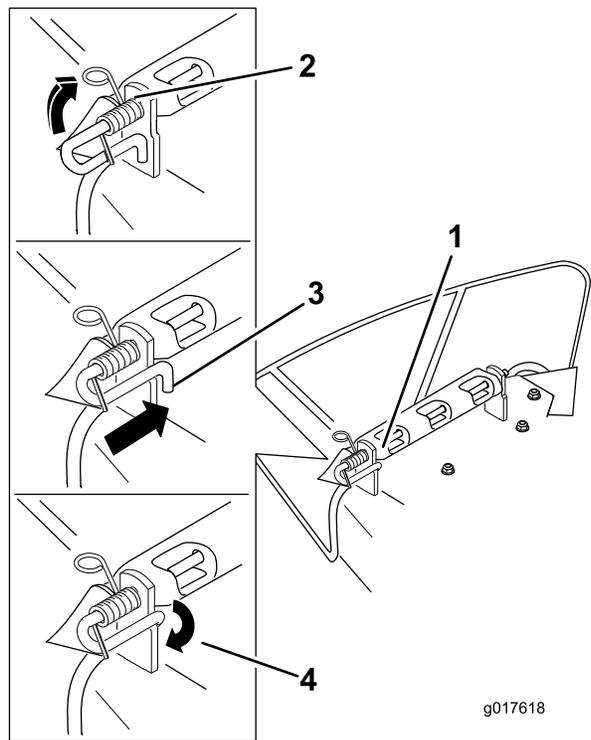

Figura 68
7. Fije el conjunto de varilla y muelle torciéndolo de manera que el extremo corto de la varilla pueda colocarse detrás del soporte delantero que está soldado a la carcasa (Figura 68).
3. Coloque el nuevo deflector de descarga con los extremos de los soportes entre los soportes soldados de la carcasa, según se muestra en Figura 68.
6. Levante el extremo del muelle que tiene bucle y colóquelo en la muesca del soporte del deflector (Figura 68).